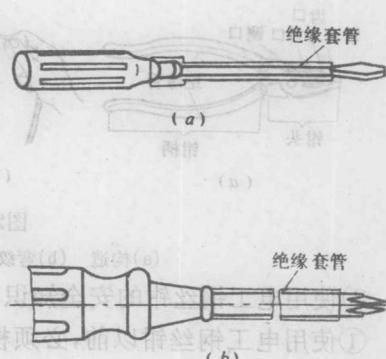

图2-5 螺钉旋具
1) 螺钉旋具的式样和规格 螺钉旋具的式样和规格很多,按头部形状不同可分为一字形和十字形两样,如图2-5所示。